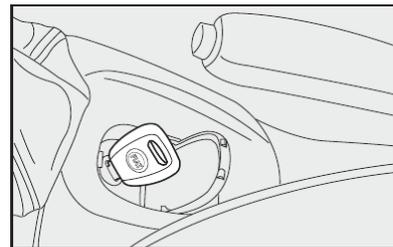

fig. 79
**A** - Airbag lado do passageiro ativado: (posição **ON A**-fig. 79) com luz-espia no quadro de instrumentos apagada.
**B** - Airbag do lado do passageiro desativado: (posição **OFF B**-fig. 79) com luz-espia no quadro de instrumentos acesa.